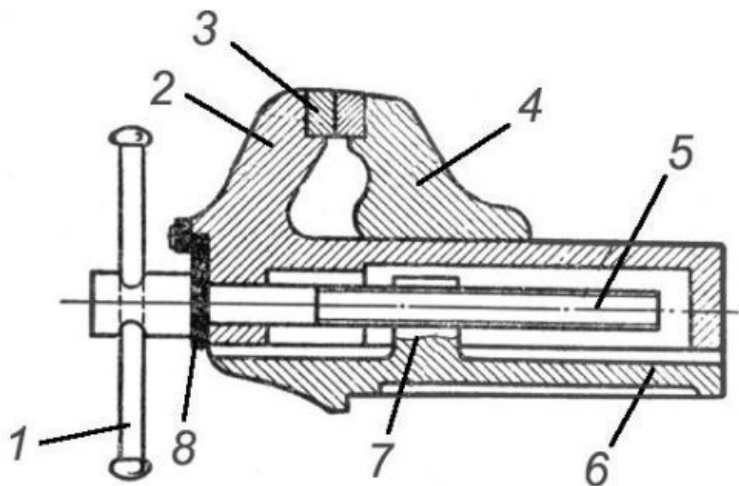

Рис. 4. Неповоротные параллельные тиски:
**Неповоротные параллельные тиски** (рис. 4) имеют основание 6, с помощью которого они крепятся болтами к крышке верстака, неподвижную 4 и подвижную 2. Для увеличения срока службы рабочие части губок 4 и 2 делают сменными в виде призматических пластинок 3 с крестообразной насечкой из инструментальной стали и прикрепляют к губкам винтами. Подвижная губка 2 перемещается своим хвостовиком в прямоугольном вырезе неподвижной губки 4 вращением винта 5 в гайке 7 при помощи рычага 1. От осевого перемещения в подвижной губке зажимный винт 5 удерживается стопорной планкой 8. Ширина губок неповоротных параллельных тисков составляет 60, 80, 100, 120 и 140 мм, наибольшее раскрытие губок – 45, 65, 100, 140 и 180 мм.